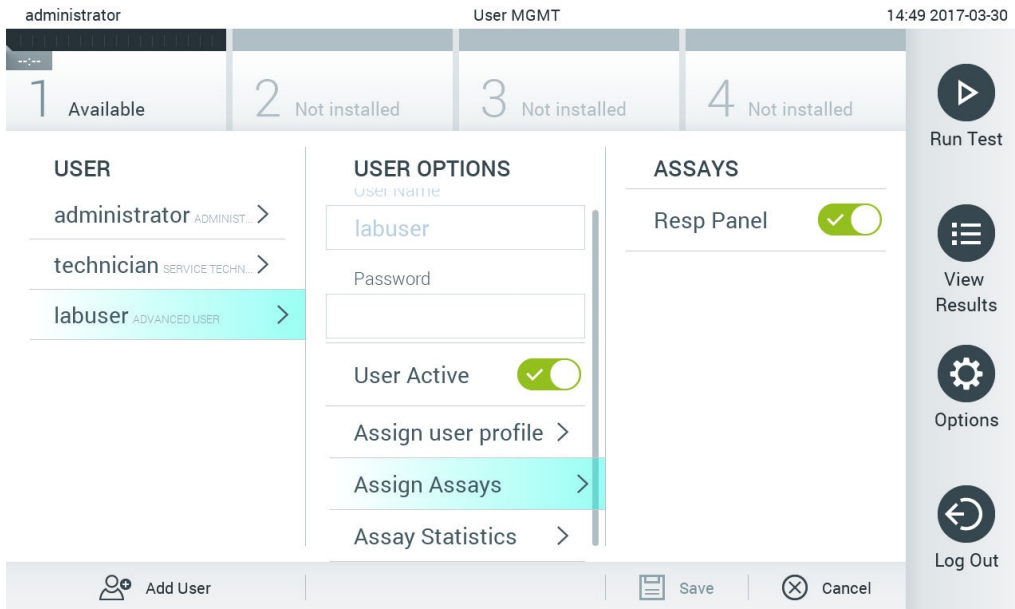

图 54. 为用户分配检测。
**Assign Assays** (分配检测)：可从用户允许运行的检测数据库中定义检测。从内容区域右侧的列表中选择检测（下一页图 54）。